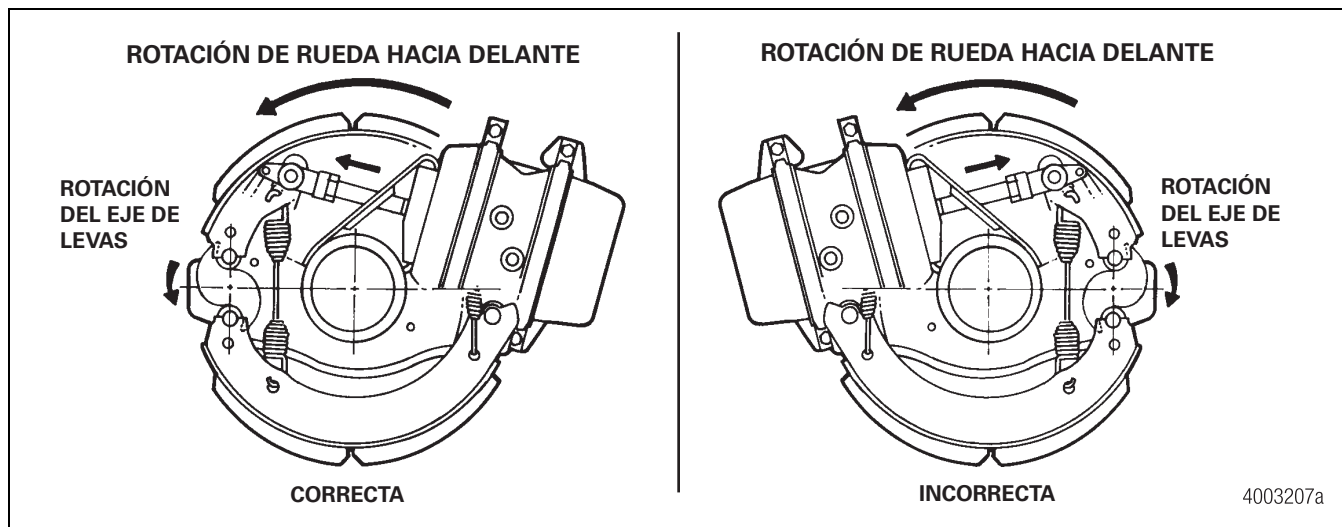

Figura 6.5
- Los ejes de semirremolque fabricados con frenos de levas deben instalarse de manera que el eje de levas gire en la misma dirección que los neumáticos cuando el vehículo se desplaza hacia adelante. Figura 6.5.